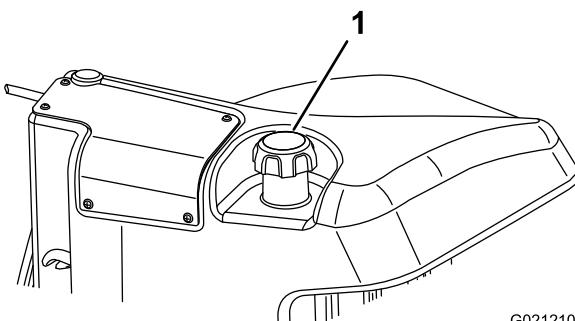

Figura 31
3. Togliete il tappo dal serbatoio carburante (Figura 31).